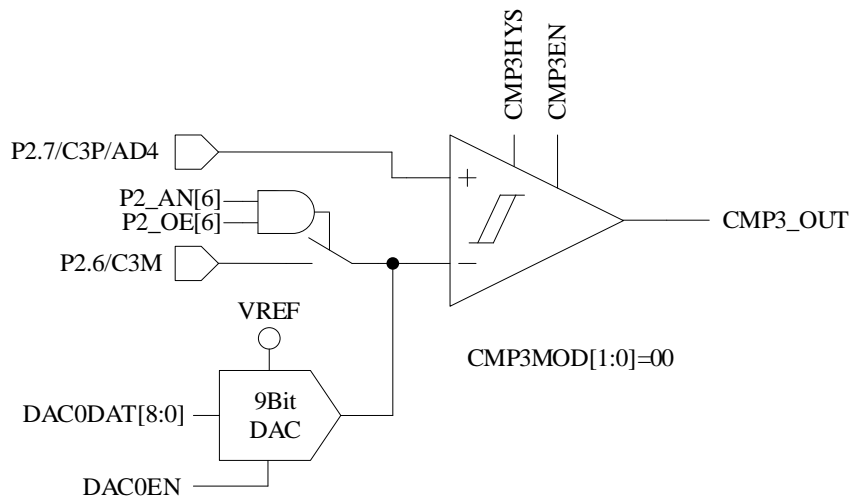
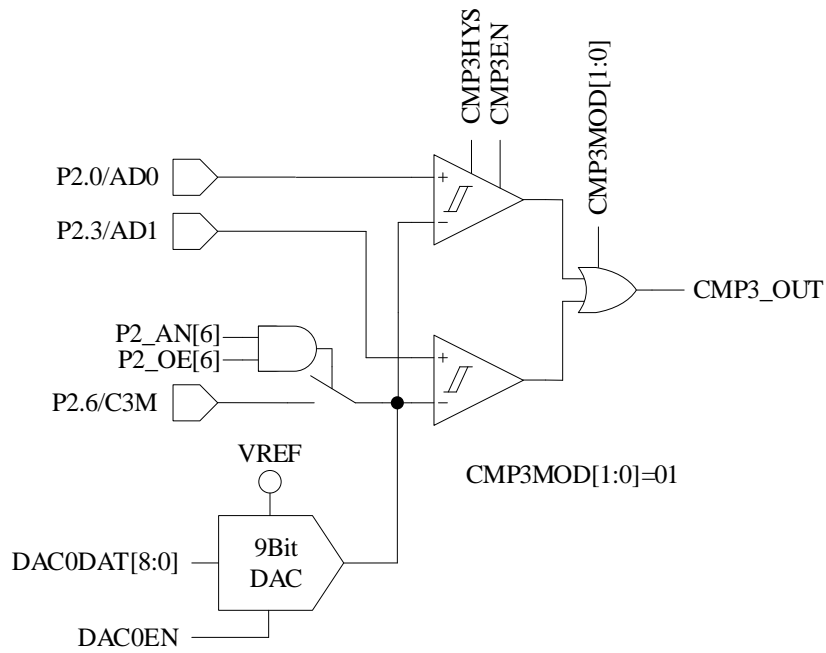
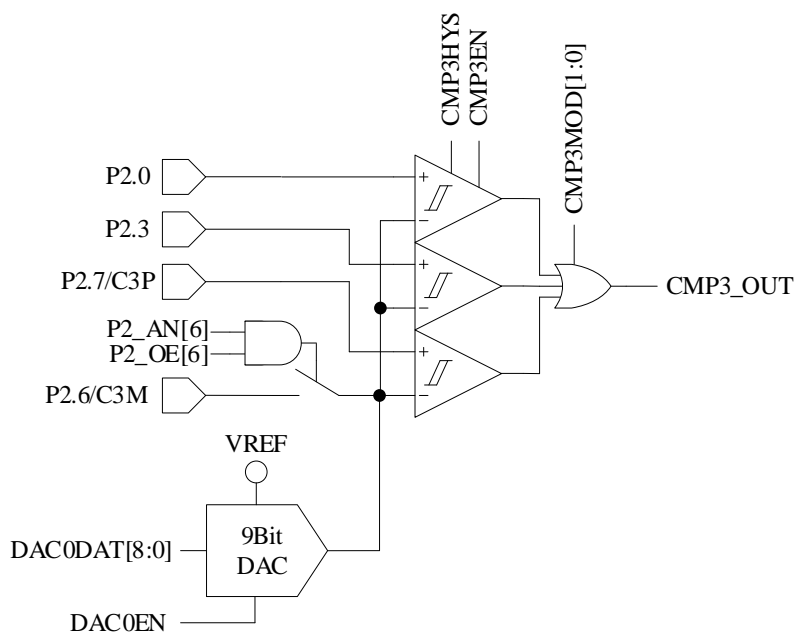

图 29-2 单比较器输入模式
图 29-3 双比较器输入模式
图 29-4 三比较器输入模式
- 配置 CMP\_CR1[CMP3MOD] = 00，CMP3 为单比较器输入模式，具体输入输出端口及接法如图 29-2 所示
- 配置 CMP\_CR1[CMP3MOD] = 01，CMP3 为双比较器输入模式，具体输入输出端口及接法如图 29-3 所示
- 配置 CMP\_CR1[CMP3MOD] = 1X，CMP3 为三比较器输入模式，具体输入输出端口接法如图 29-4 所示
| [6:5] | CMP3MOD | CMP3 的模式选择负输入端接 P2.6 或 DAC0 输出00: 单比较器模式，P2.7 接正输入端，参考图 29-201: 双比较器模式，P2.0 和 P2.3 接正输入端，参考图 29-31X: 3 比较器模式，P2.0、P2.3 和 P2.7 接正输入端，参考图 29-4 |     |        |         |         |     |     |